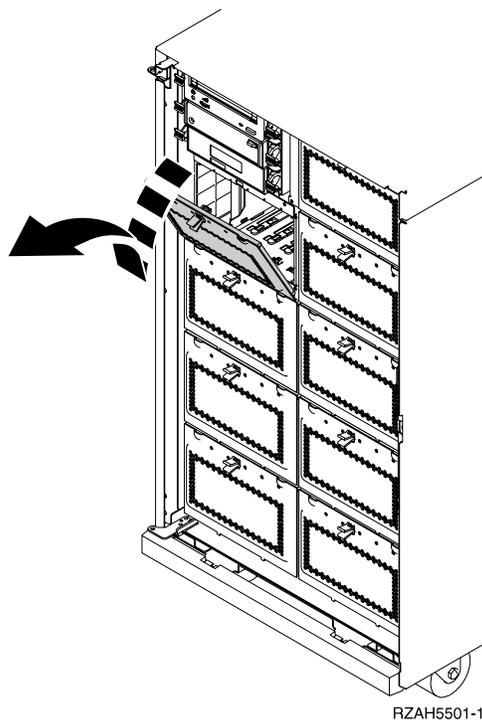

Figure 37. Retrait du cache du boîtier de l'unité de disques
- \_\_\_ 14. En vous aidant de la figure 37, retirez le cache du boîtier de l'unité de disques.